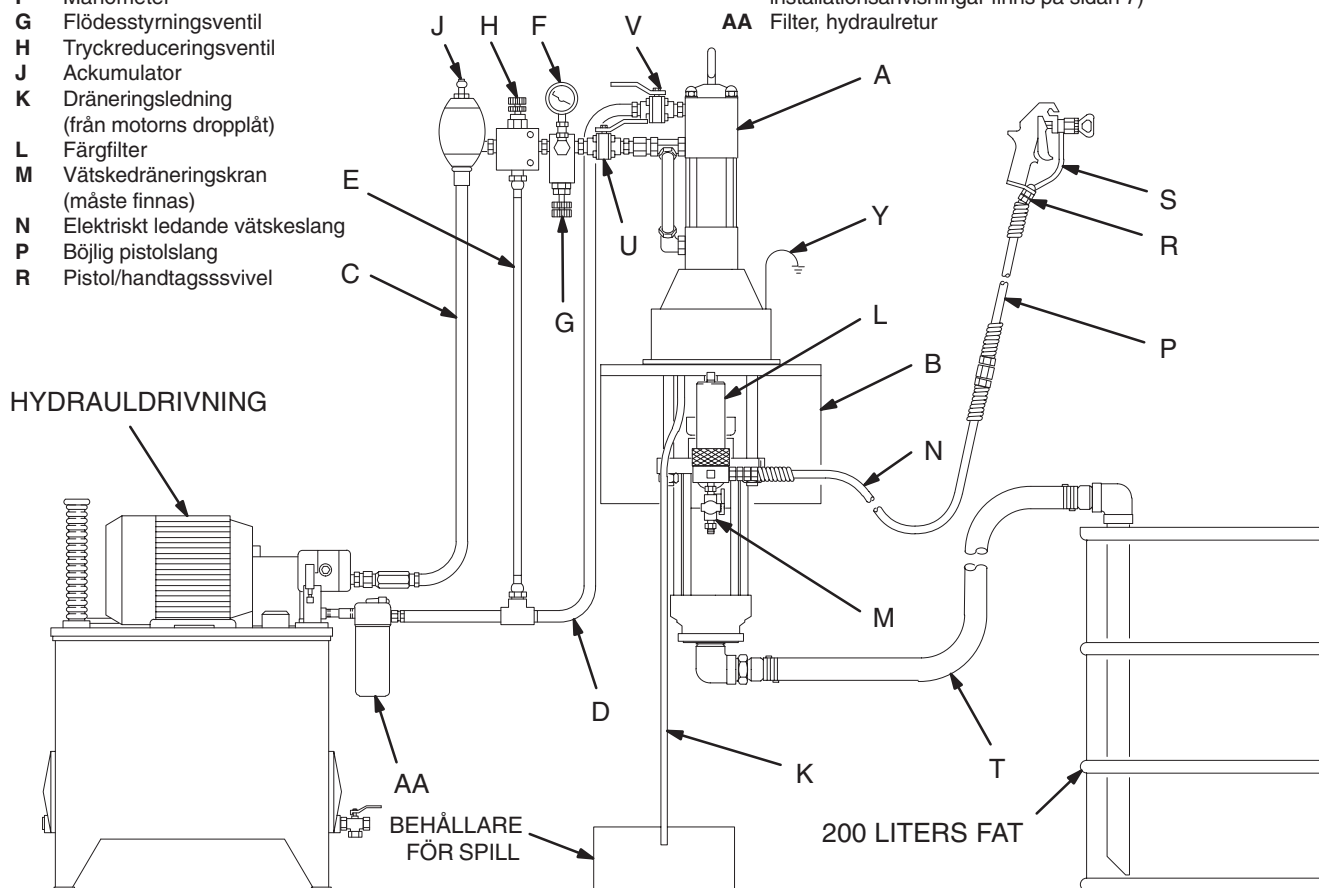

Fig. 4
Fig. 4 är enbart en vägledning vid val och installation av systemkomponenter och tillbehör. Kontakta din Graco-leverantör så får du hjälp med konstruktion av ett system som är anpassat till dina specifika behov.
Montera pumpen (A) så att den passar för planerad installation. Fig. 4 visar ett väggmonterat system. Pumpdimensioner och monteringshålets hålschema finns på sidorna 43 och 44.
Montera följande tillbehör på hydraulledningen (C), i ordningen enligt Fig. 4, och använd vid behov adaptrar:
- **En avstängningskran (U)** kopplar bort pumpen för service.
- **En vätsketrycksmanometer (F)** för övervakning av hydraultrycket till motorn för att undvika övertryck i motor och kolvpump och **en tryck- och temperatur-kompenserad flödesstyrningsventil (G)** som skyddar motorn mot rusning då den kan skada sig själv.
- **En tryckreduceringsventil (H), med dräneringsledning (E)** dragen direkt till returledningen (D).
- **En ackumulator (J)** som minskar tryckstötter orsakade av att motorn växlar riktning.
Montera följande tillbehör på hydraulreturledningen (D), i ordningen enligt Fig. 4, och använd vid behov adaptrar:
- **En avstängningskran (V)** kopplar bort pumpen för service.
- **Ett 10 mikron (400 mesh) filter (AA).**
Montera följande tillbehör på plats enligt Fig. 4, med användning av adaptrar där så krävs:
- **Ett vätskefilter (L)** med 60 mesh (250 mikrometer) rostfritt stålelement som filtrerar partiklar ur vätskan när den lämnar pumpen. Filtret inkluderar en **dräneringskran för vätska (M)**, som krävs i systemet för att släppa trycket i slang och pistol (se **VARNINGEN** till vänster).
- **En pistol (S)** för sprutning av vätskan. Pistolen i Fig. 4 är en högtryckspistol för vätskor med låg till medelhög viskositet.
- **En svivelkoppling (R)** ger friare pistolrörelser.
- **En sugrörsats (T)** låter pumpen suga vätska ur ett 200-liters fat.